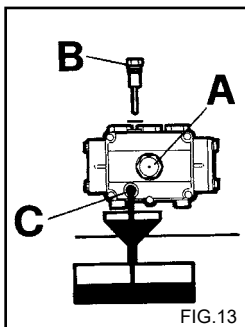

FIG.13
Controllare periodicamente il livello dell'olio della pompa alta pressione tramite la spia (fig. 13A) o l'asta di controllo livello (fig. 13 B). Qualora l'olio si presenti latiginoso, chiamare subito l'assistenza tecnica.
- 2) Svitare il tappo con l'asta di controllo livello (fig. 13).